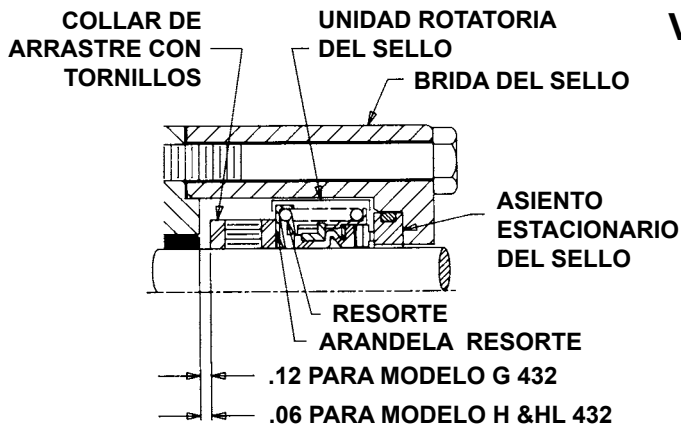

FIGURA 15 - VISTA DE CORTE, ZONA DEL SELLO
Montar el sello mecánico; Colocar el collar de arrastre sobre el eje y apretar el tornillo de máquina. Ver la Figura 15 para la lubricación del collar de arrastre.
- Se deben colocar la arandela de resorte y el resorte sobre el eje primero, y en este mismo orden. (Ver la Figura 15).